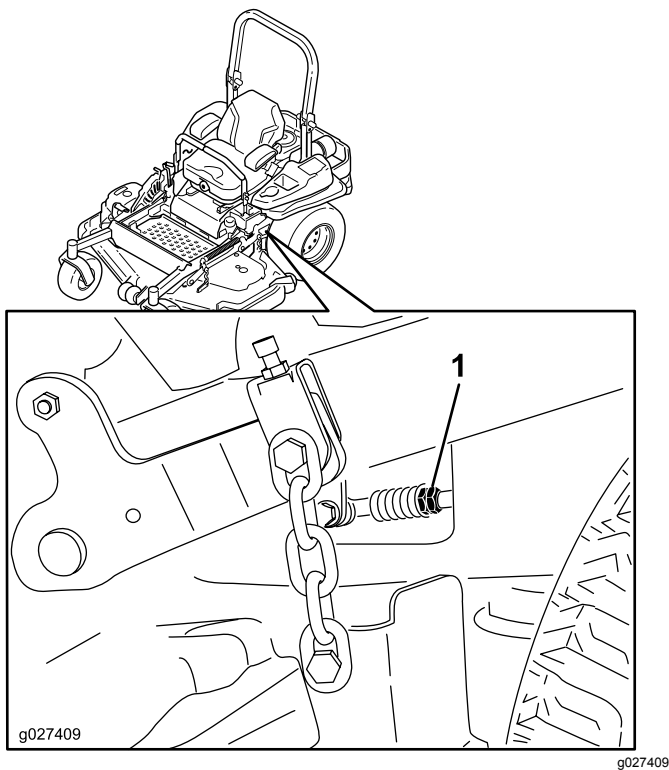

Figure 82
11. Réglez la longueur des tiges de pompes en tournant les doubles écrous dans le sens voulu jusqu'à ce que les roues tournent légèrement en marche arrière (Figure 82).